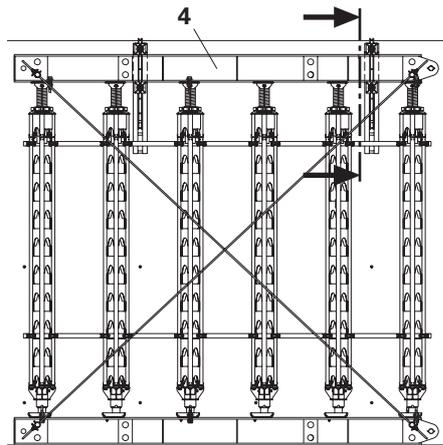

Fig. B1.02
- Douille d'ancrage M24 (1x) alternative (Fig. B1.02 et B1.02.1)